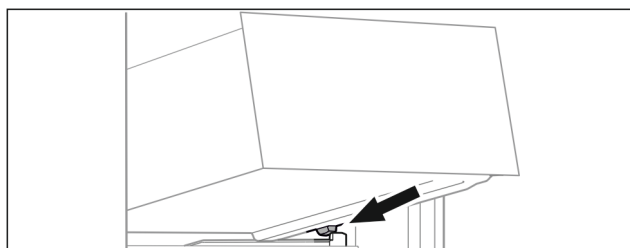

Fig. 96
- Schubfach schräg hinter den Stoppern auf Behälterrippe aufsetzen. (siehe Fig. 96)